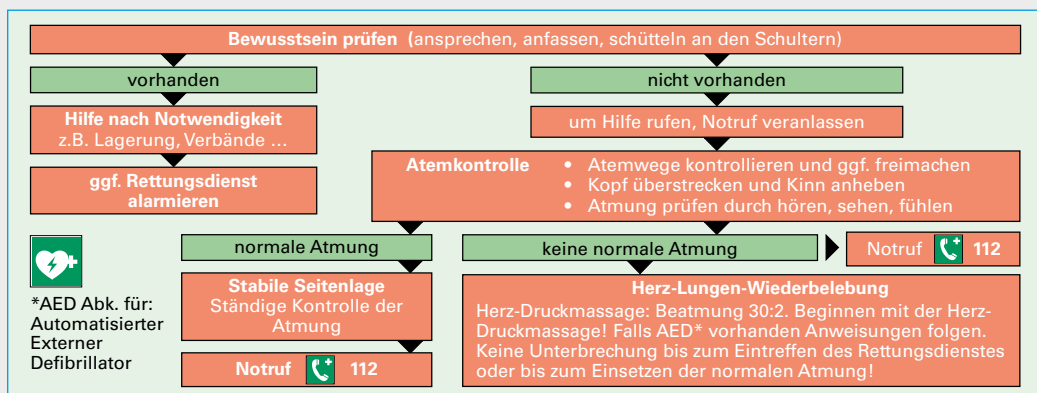

Bild 2: Maßnahmen zur Ersten Hilfe
22. Maßnahmen der Ersten Hilfe in den Fällen a) und b) zeigt Bild 2.